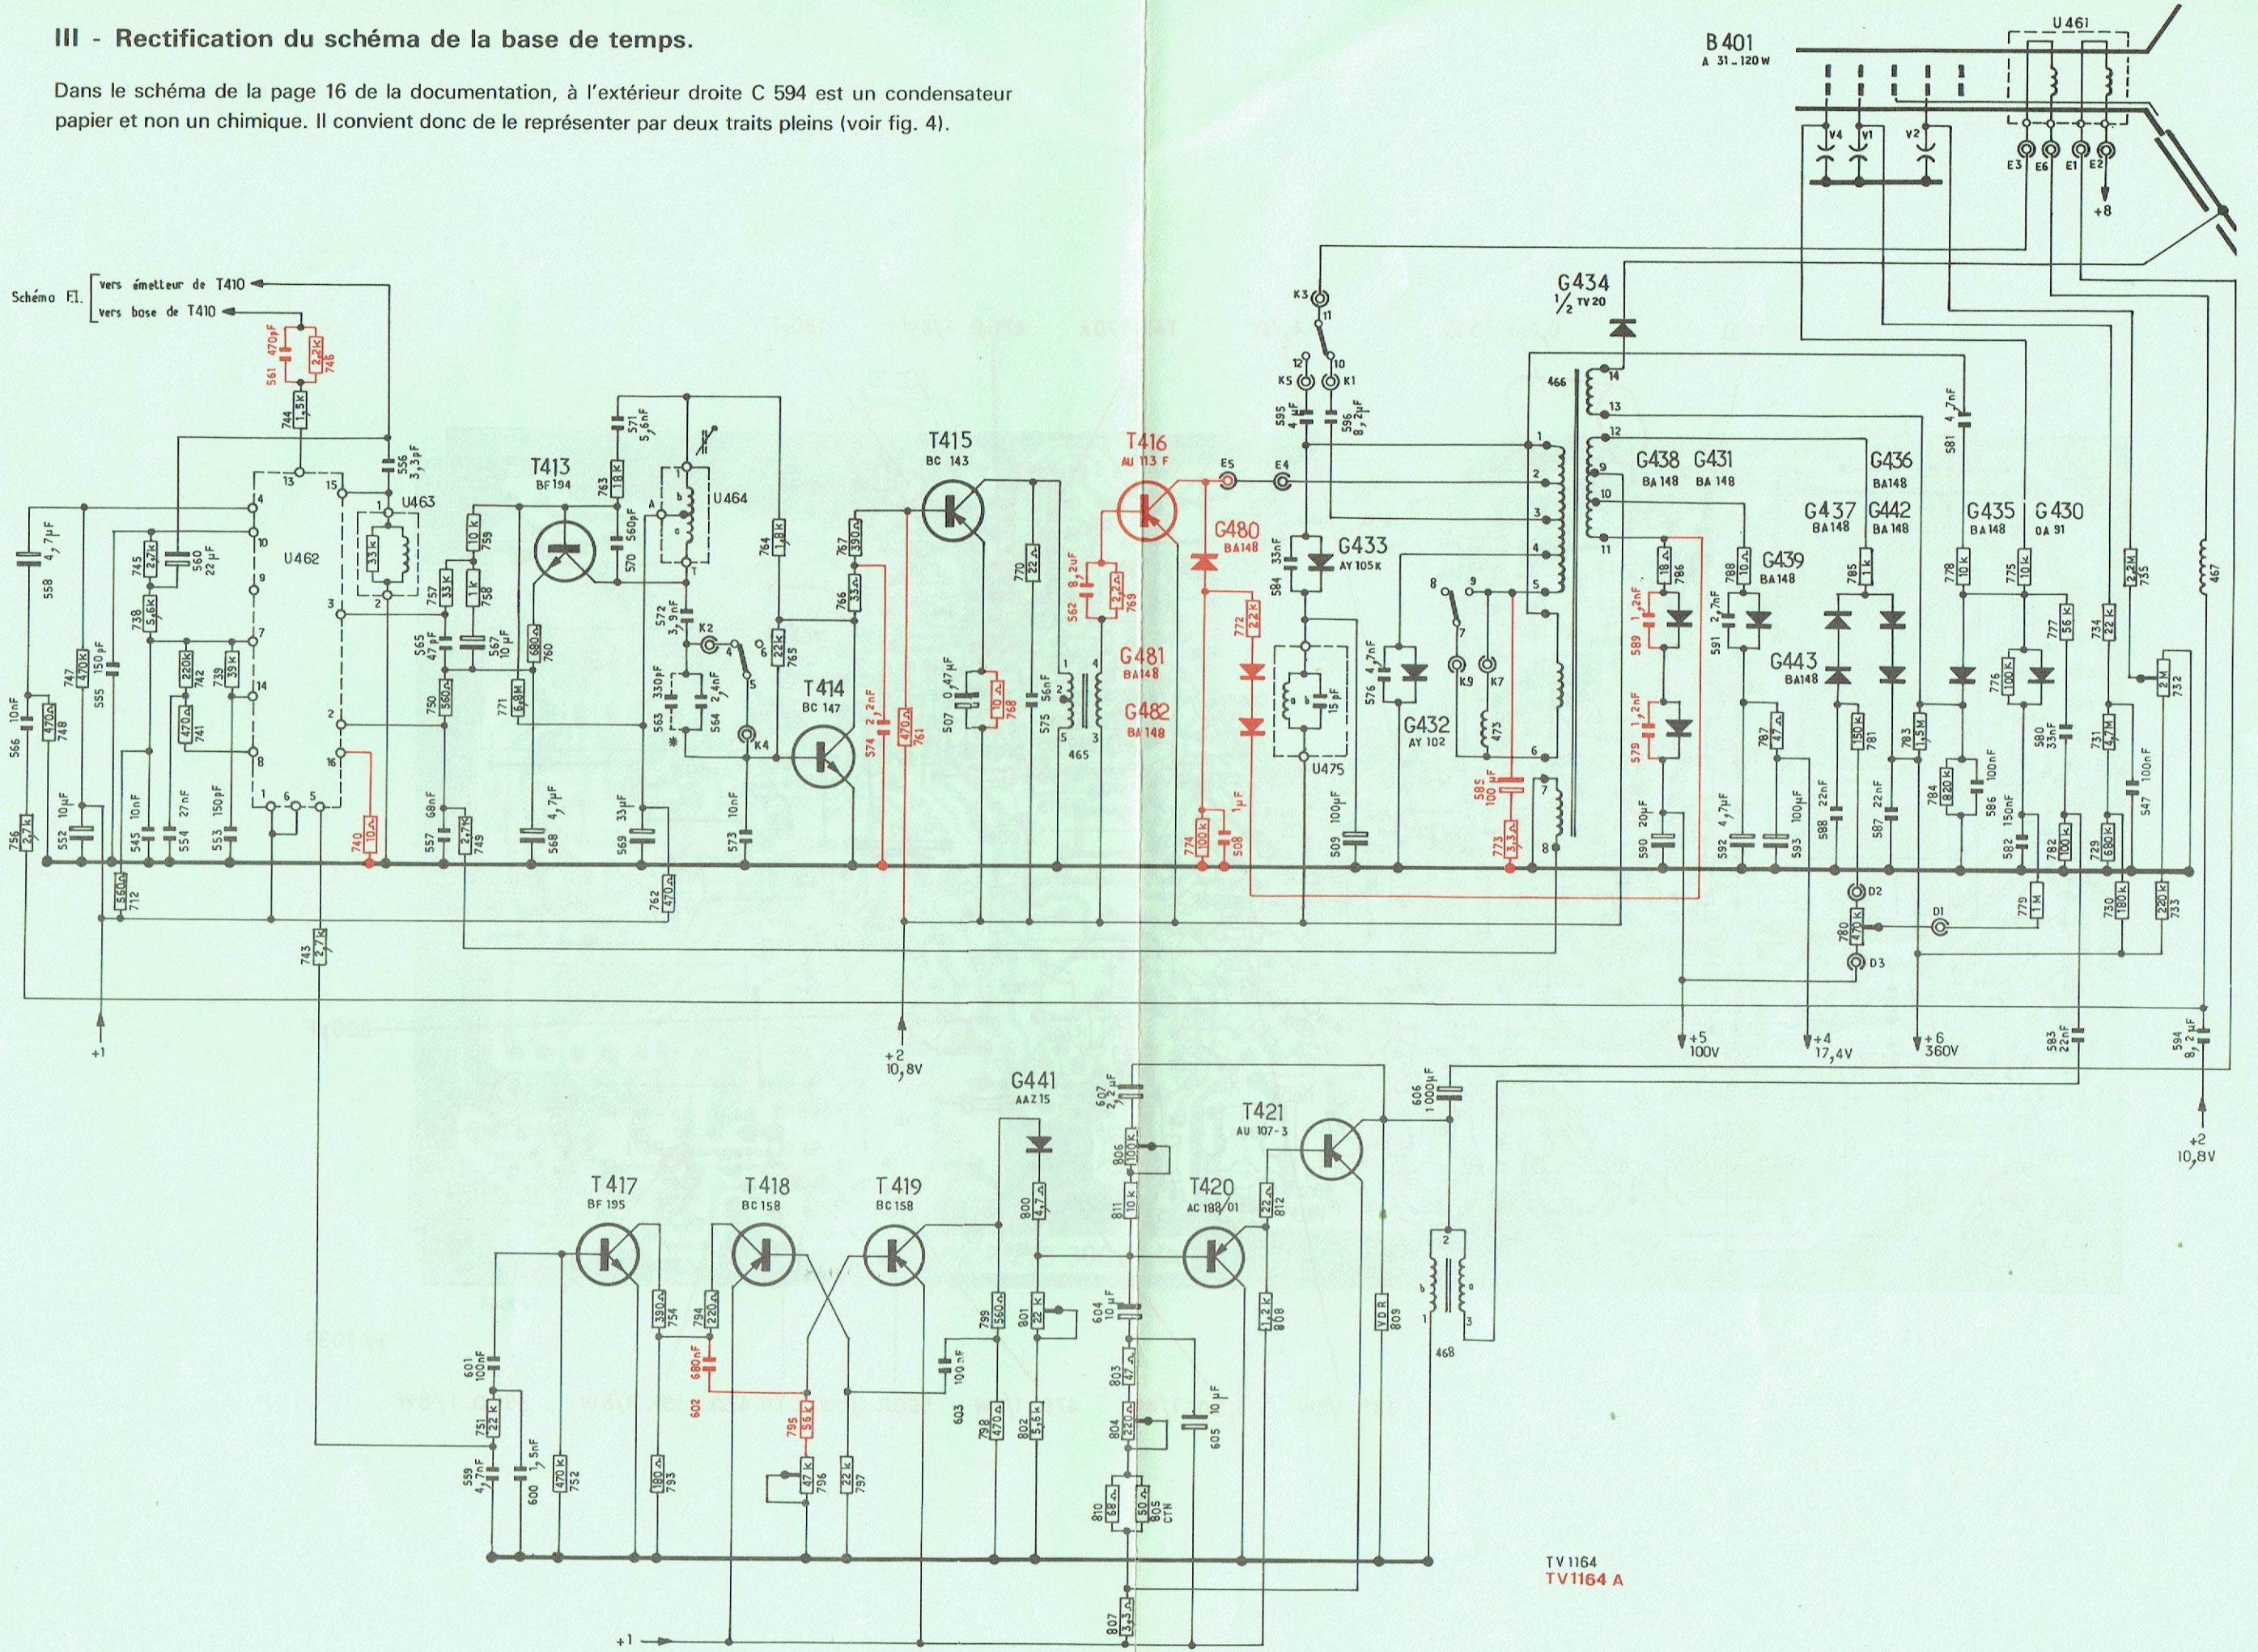

Fig. 4
**d) Base de temps de trame (fig. 4)**
**Base de temps lignes (fig. 4)**
Dans le schéma de la page 16 de la documentation, à l'extérieur droite C 594 est un condensateur papier et non un chimique. Il convient donc de le représenter par deux traits pleins (voir fig. 4).